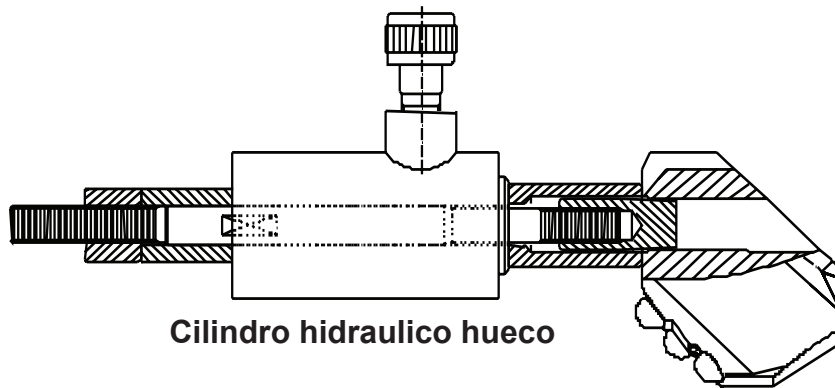

Figura 4. Retirando los Pasadores con un Cilindro hidráulico
2. En aquellos tamaños que posean tapones plásticos, simplemente desentorníllelo hasta exponer el agujero. Entornille una varilla con rosca del mismo largo dentro del agujero. Usando un martillo o un cilindro hidráulico hueco retire el Retenedor del ala. En brocas de tamaños muy grandes, Numa ofrece un sistema de extracción diseñado a medida que incluye un aditamento, una varilla fileteada y accesorios, un cilindro hidráulico hueco y una bomba. **(Figura 4)** Contacte a su representante Numa para mayor información.